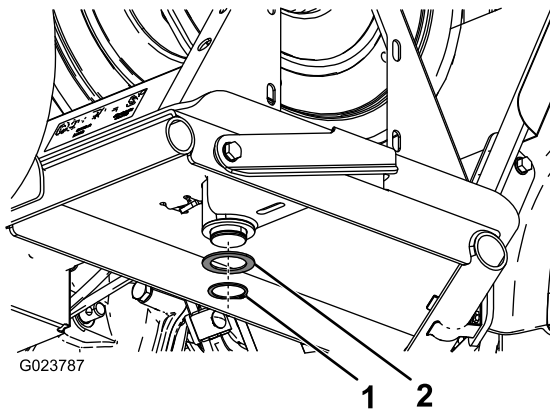

Bild 7
4. Befestigen Sie die Druckscheibe und den Sprengring an der Unterseite des Schlauchtrommelrahmens an der Strebe an der Schwenkplatte (Bild 7).